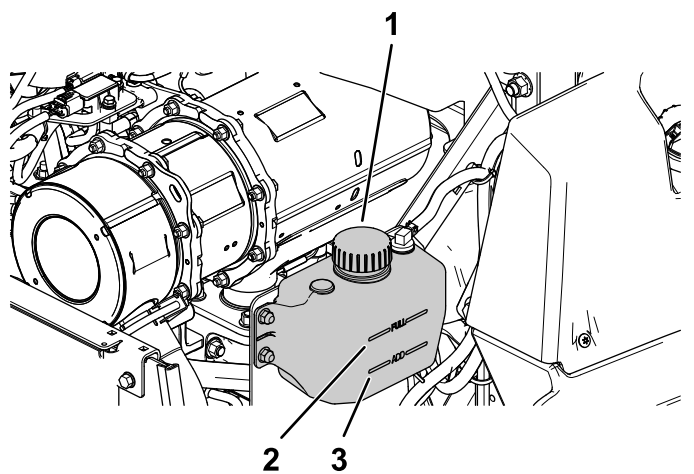

Figura 57
4. Verifique o nível de líquido de arrefecimento do depósito secundário (Figura 57).
5. Se o nível do líquido de arrefecimento do motor estiver baixo, retire o tampão do depósito de expansão e adicione o líquido de arrefecimento especificado (Figura 57).